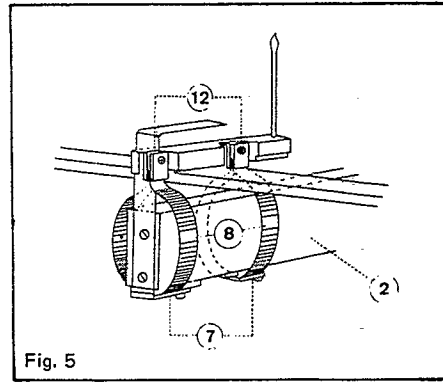

Fig. 5
Lisser la bande en feuille d'aluminium ⑧ et l'introduire, les vis cruciformes desserrées, entre les plaques de contact ⑫ du fléau et la fixer en resserrant les vis (cf. fig. 5).